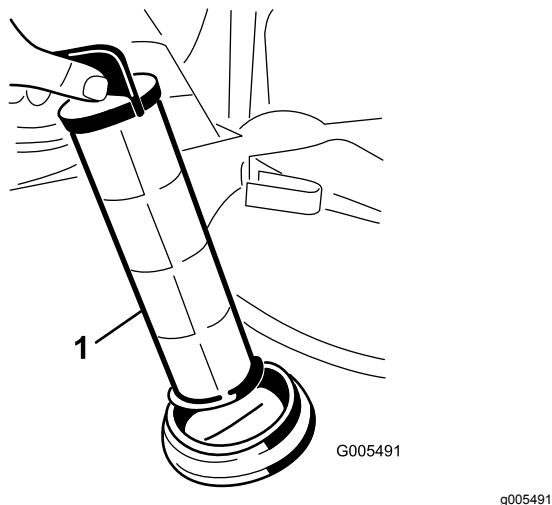

Figura 69
4. Retire o filtro de rede da sucção do orifício (Figura 69).